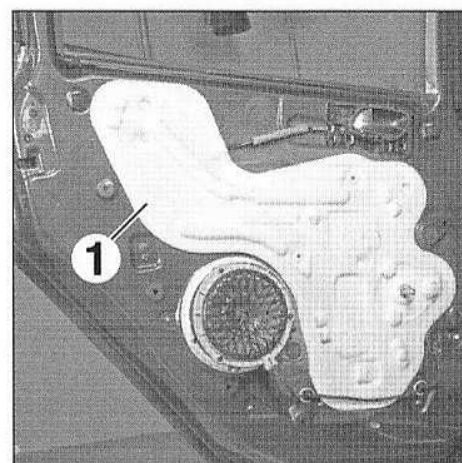

FIG.96
- Déposer la feuille d'étanchéité (1) (Fig.96).